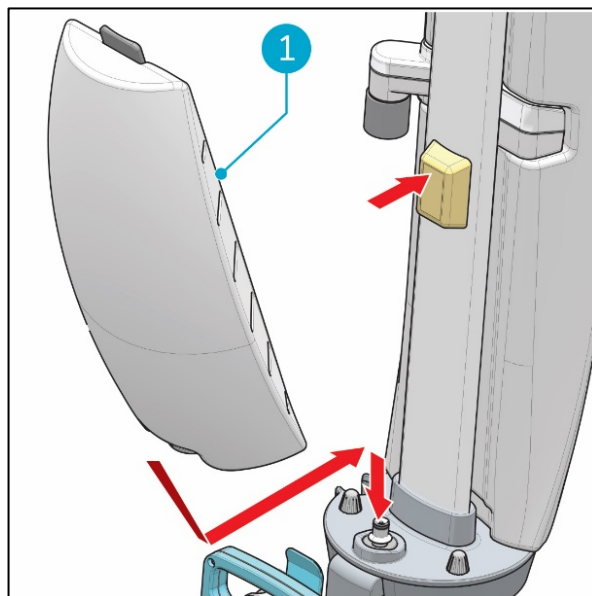

Abbildung 14
5. Platzieren Sie den Tank mit dem Ventil nach unten (Figure 14, Pos. 1) auf dem i-mop Lite.